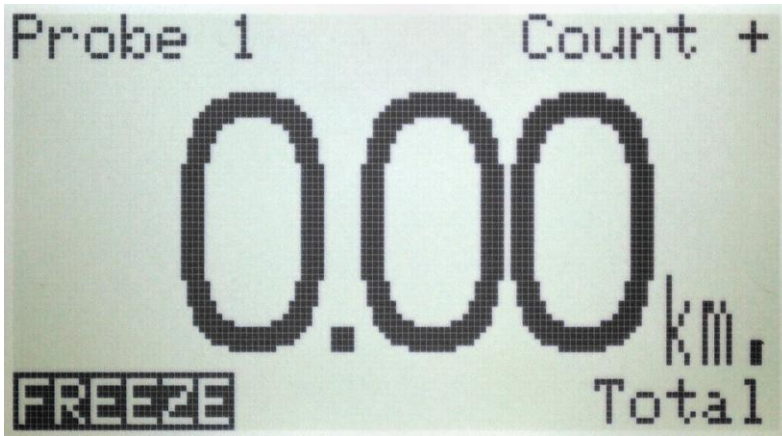

Figura 1 - Foto del visualizzatore - Modalità normale
Una volta che il T101 si sia inizializzato, il display sarà simile alla figura 1. Il centro dello schermo mostra il contatore di distanza (3) e le unità di misura (4) [miglia o km] in cui l'unità è stata tarata.